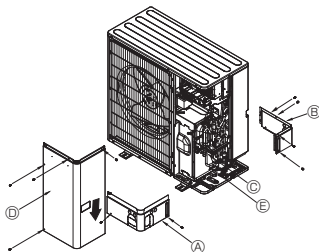

Fig. 5-3
5.3. Σωληνώσεις ψυκτικού υγρού (Fig. 5-3)